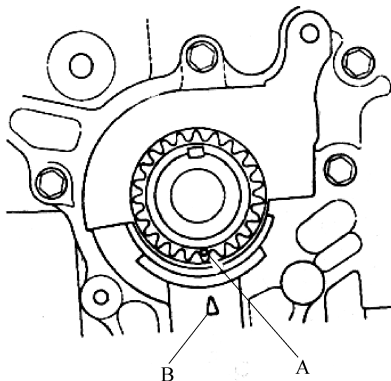

图 2-84 将曲轴链轮 TDC 标记对准机油泵指针
- 1) 将曲轴置于上止点 (TDC) 位置。将曲轴链轮上的 TDC 标记 (A) 与机油泵上的指针 (B) 对齐, 见图 2-84。